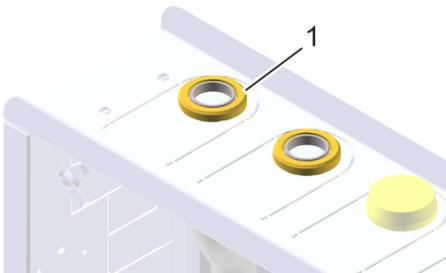

Abb. 33: Dichtungsring
3. ➔ Sicherstellen, dass die Dichtungsringe zwischen Gewinde (Abb. 33/1) und Rohr liegen.